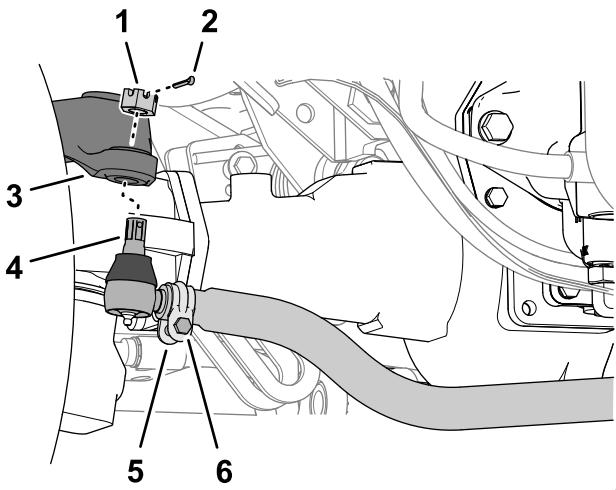

Рисунок 154
1. На заднем мосту извлеките шплинт и отверните гайку с вырезами с любого наконечника поперечной тяги (Рисунок 154).
3. Ослабьте зажимы на обоих наконечниках поперечных тяг (Рисунок 154).